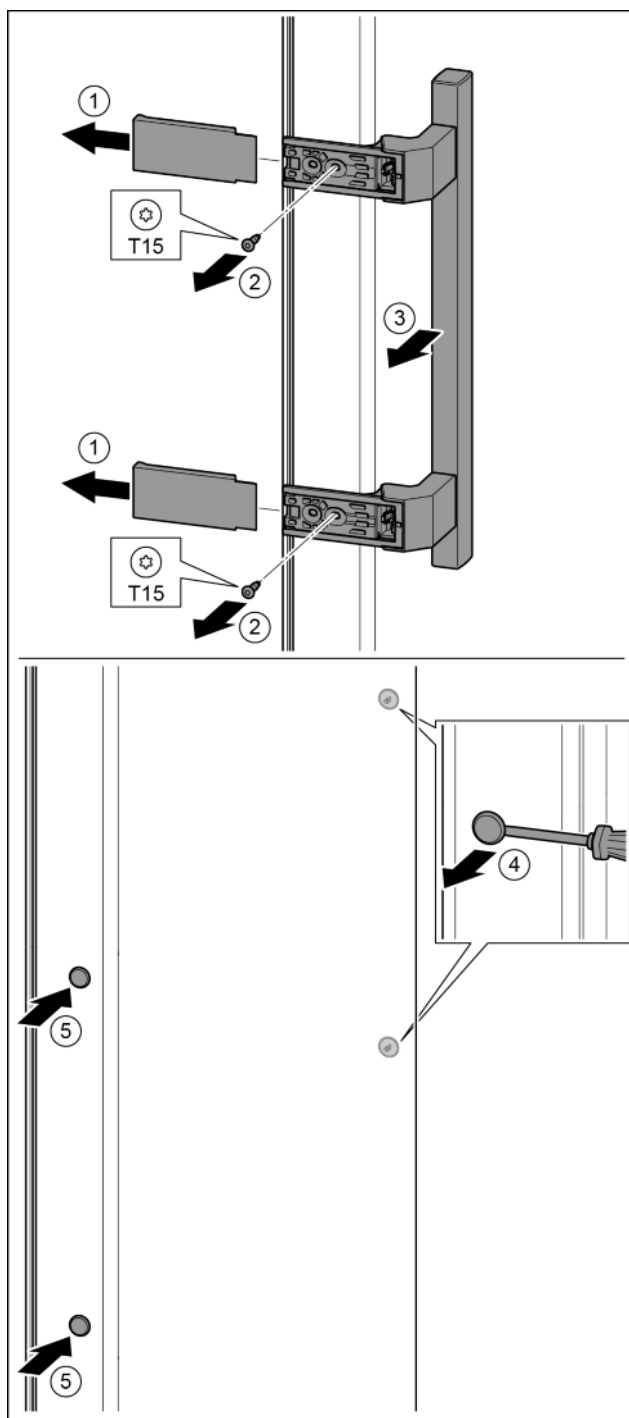

Fig. 20
- ▶ togliere la copertura. Fig. 20 (1)
- ▶ Con il cacciavite T15 svitare le viti. Fig. 20 (2)
- ▶ Togliere la maniglia. Fig. 20 (3)
- ▶ Con un cacciavite sollevare con attenzione i tappi laterali ed estrarli. Fig. 20 (4)
- ▶ Inserire nuovamente i tappi sull'altro lato. Fig. 20 (5)